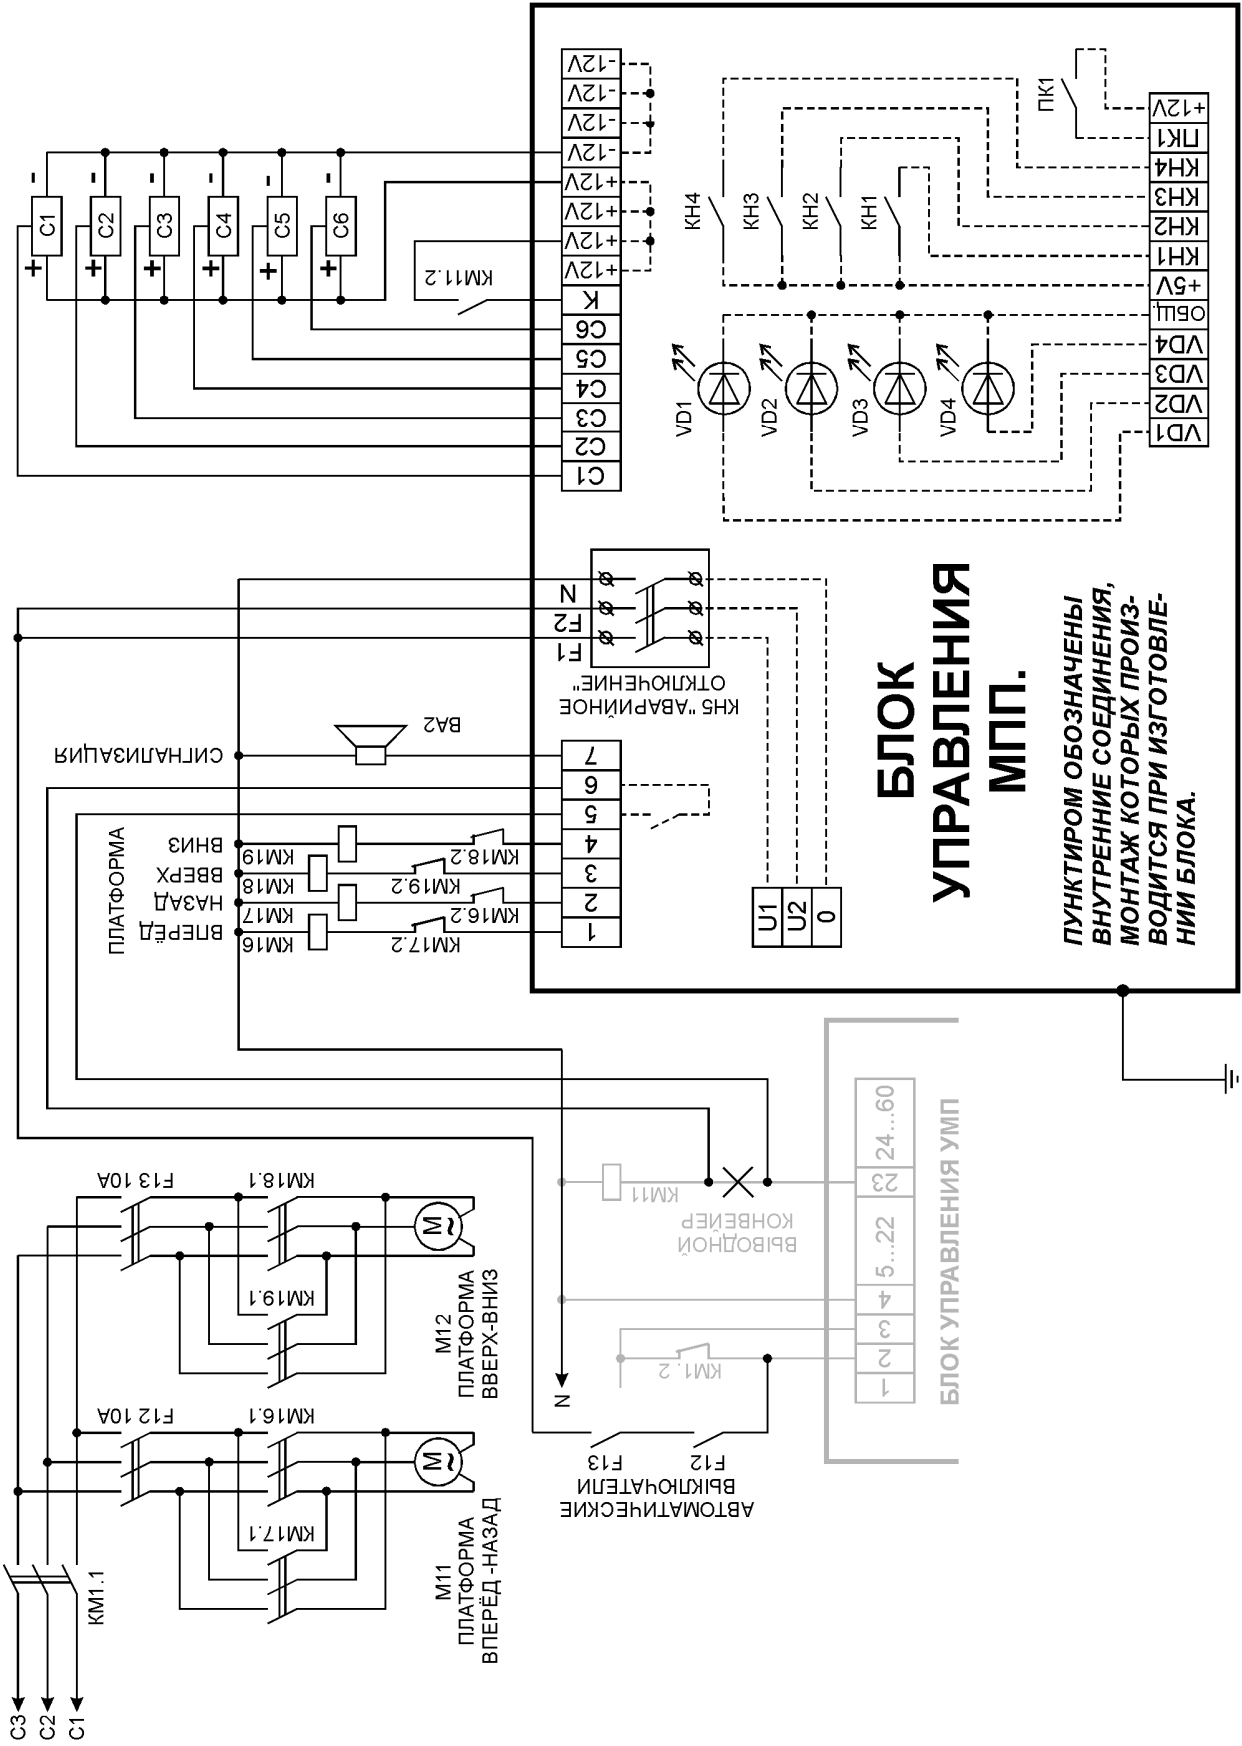

Рис. 4. Схема подключения блока управления МПП.
Схема подключения датчиков и исполнительных устройств к клеммам блока МПП приведена на рис. 4. Блок МПП работает только совместно с блоком управления УМП и периодически блокирует работу выводного конвейера пакетформирующей машины. Серым цветом на рис. 4 показан фрагмент электрической схемы пакетформирующей машины, имеющий отношение к подключению блока МПП. Пунктиром на рис. 4 показаны внутренние соединения, монтаж которых производится при изготовлении блока МПП.
1. Снять напряжение питания с блока МПП, отключив автоматические выключатели F12 и F13 [рис. 4], повесить на них таблички «НЕ ВКЛЮЧАТЬ, РАБОТАЮТ ЛЮДИ»;
7. Подать напряжение питания на блок МПП, замкнув автоматические выключатели F12 и F13 [рис. 4].